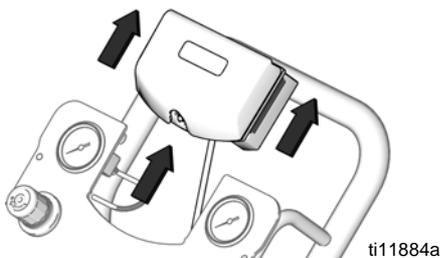

FIG. 10. Rimuovere il DataTrak
3. Togliere il modulo DataTrak dalla staffa. Vedere FIG. 10. Posizionare in un'area non pericolosa il modulo e il cavo collegato.